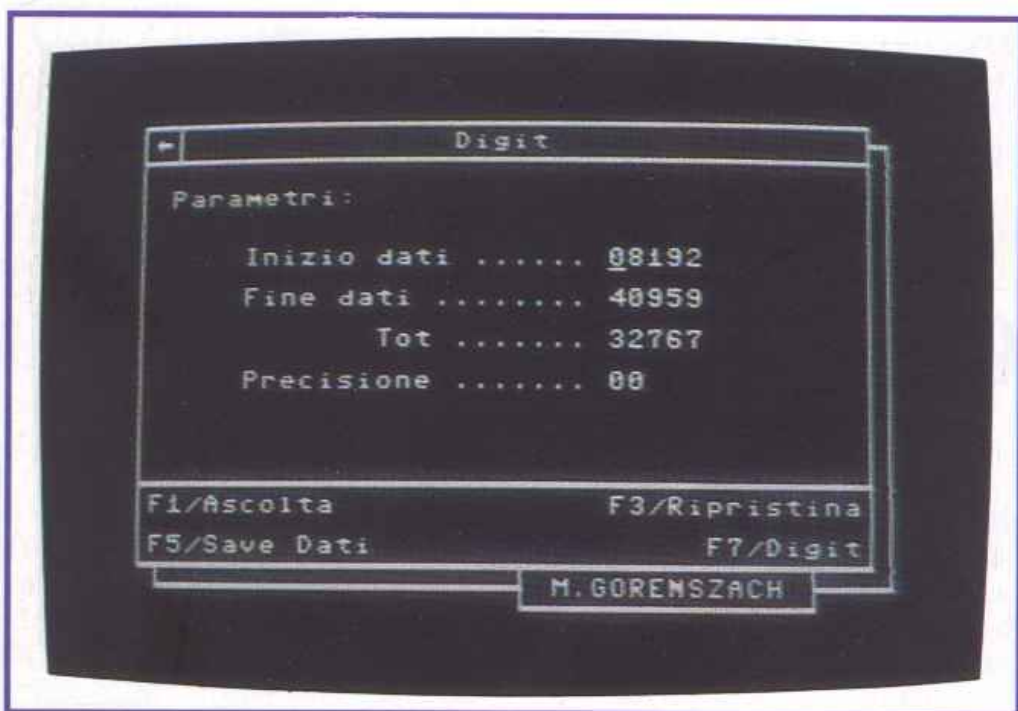

Figura 1. Una delle due schermate di lavoro dell'utility. Nella parte superiore il cursore lineare per modificare i puntatori.
Il programma D.A.C. si occupa inoltre di informare costantemente l'utente sulla quantità di memoria riservata dal programma per le operazioni di digitalizzazione o di riascolto. Tale informazione compare sotto la voce TOT, che sta appunto per memoria totale utilizzabile dall'utente (figura 1). La memoria, in questa indicazione, viene espressa in byte unicamente per avere un preciso elemento quantitativo.
- *F3*: ripristina la schermata operativa (come in figura 1) senza cancellare o alterare minima-